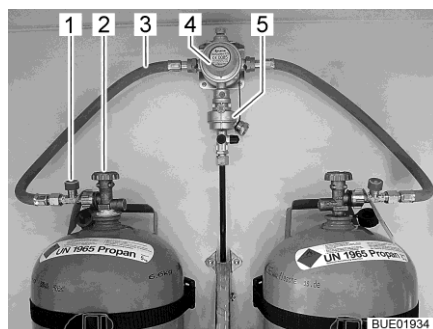
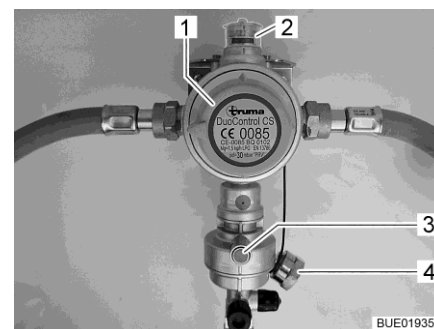

Fig. 63 Bombole del gas con DuoControl
Fig. 64 Impianto di regolazione DuoControl
L'impianto di regolazione DuoControl consiste in una valvola di commutazione (Fig. 63,4) e un sensore crash (Fig. 63,5). L'impianto di regolazione DuoControl è installato tra i tubi flessibili del gas (Fig. 63,3) con un dispositivo antirottura del tubo flessibile (Fig. 63,1). Con la manopola (Fig. 64,1) sulla valvola di commutazione è possibile stabilire quale delle bombole del gas viene utilizzata come bombola in uso e quale come bombola di riserva. Nella finestra di controllo (Fig. 64,2) viene visualizzato lo stato del rifornimento di gas:
Il funzionamento con una sola bombola del gas è consentito, ma in questi casi il collegamento aperto deve essere assolutamente chiuso con una copertura cieca (Fig. 64,4).
Il sensore crash blocca l'alimentazione del gas in caso di forti vibrazioni (es. incidente). Il sensore crash viene azionato mediante pressione del tasto reset verde (Fig. 64,3).
Il dispositivo antirottura del tubo flessibile (Fig. 63,1) blocca il flusso di gas quando il tubo flessibile collegato si rompe. Il dispositivo antirottura del tubo flessibile deve essere attivato premendo il tasto verde. Tenere premuto il tasto verde, finché non si sarà generata pressione nel tubo flessibile.
Tramite la centralina di controllo (Fig. 65) è possibile attivare e disattivare l'alimentazione del gas tramite l'impianto di regolazione DuoControl. Le valvole principali di arresto (Fig. 63,2) delle bombole del gas e i rubinetti di arresto del gas degli apparecchi devono essere aperti manualmente. Per attivare il dispositivo antirottura del tubo flessibile, vedi paragrafo "Dispositivo antirottura del tubo flessibile".
- Con la manopola (Fig. 64,1) sulla valvola di commutazione selezionare la bombola del gas, da cui proviene la principale alimentazione del gas (bombola in uso). Girare la manopola fino all'arresto.
- Aprire le valvole principali di arresto (Fig. 63,2) delle bombole del gas.
- Premere il tasto verde del dispositivo antirottura del tubo flessibile (Fig. 63,1). Nella finestra di controllo (Fig. 64,2) viene visualizzato il simbolo verde.
- Chiudere le valvole principali di arresto (Fig. 63,2) delle bombole del gas.
Se la spia di controllo verde (Fig. 65,6) si spegne durante il funzionamento e la spia di controllo rossa (Fig. 65,5) si accende, significa che la bombola in uso è vuota e deve essere sostituita. Nella finestra di controllo (Fig. 64,2) viene visualizzato il simbolo rosso. La bombola di riserva continua ad alimentare le utenze a gas.
- Ruotare di mezzo giro la manopola (Fig. 64,1) in direzione della bombola del gas utilizzata. In questo modo questa bombola del gas ora è la bombola in uso, mentre la bombola del gas vuota diventa la bombola di riserva. Il simbolo nella finestra di controllo (Fig. 64,2) passa da rosso a verde.
- Chiudere la valvola principale di arresto (Fig. 63,2) della bombola del gas vuota. Osservare la direzione della freccia.
- Premere il tasto verde del dispositivo antirottura del tubo flessibile (Fig. 63,1).